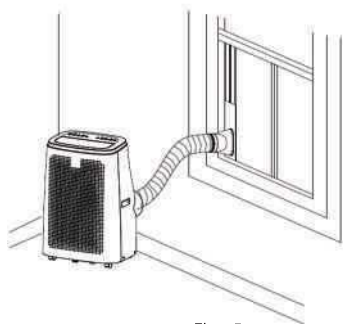

Figur 4
1. Flytt klimaanlegget med påmontert varmerør og tilbehør foran vinduet. Hoveddelen må være minst 50 cm fra vegger eller andre gjenstander (som vist på figur 4).
2. Marker midten av vindusrammen og kabinettet (fig. 2–4: figur 2 viser et åpent vindu, figur 3 et skrått vindu og figur 4 et åpent takvindu).